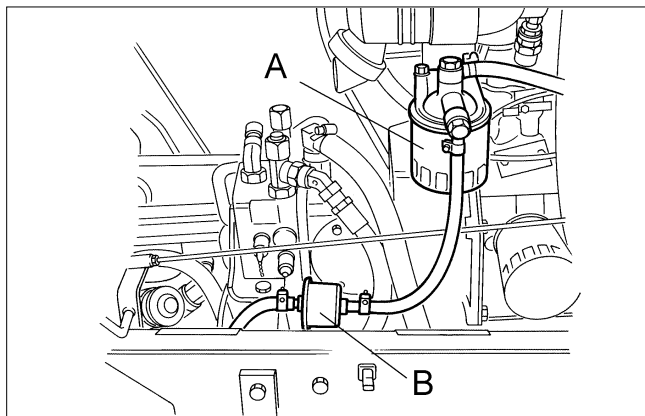

Fig.35
- Unscrew locking ring and remove filter element (A Fig.35) and discard.
- Release clamp bands either side of in-line filter (B Fig.35) and remove fuel pipes.
- (a) Svitare l'anello di bloccaggio ed asportare la cartuccia del filtro (A Fig. 35) e gettarla.
- (a) Sganciare i morsetti su entrambi i lati del filtro in linea (B Fig. 35) ed asportare i tubi del combustibile.